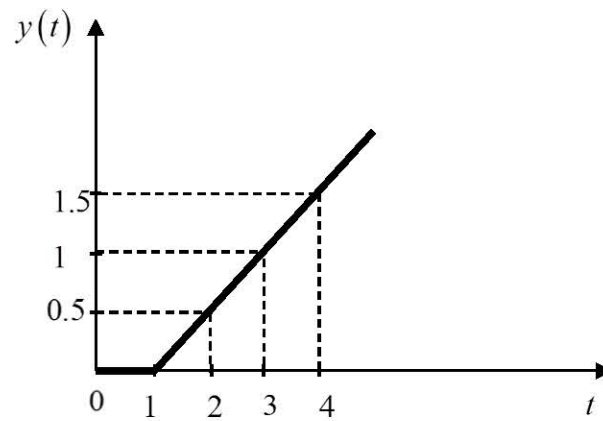

Figure 2
- 2) A l'instant $t=0s$ le procédé est excité par un échelon unitaire. La sortie est représentée sur la figure 2. Calculer la fonction de transfert du procédé $G(p)$.